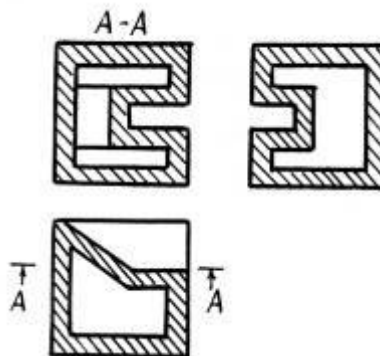

Рис. 1.3 Неразъемная оболочка по контуру детали
8. неразъемную оболочку по контуру детали, представив изображение в трех проекциях с необходимыми разрезами рис.1.3. Неразъемная оболочка характерна для технологии литья по выплавляемым моделям.